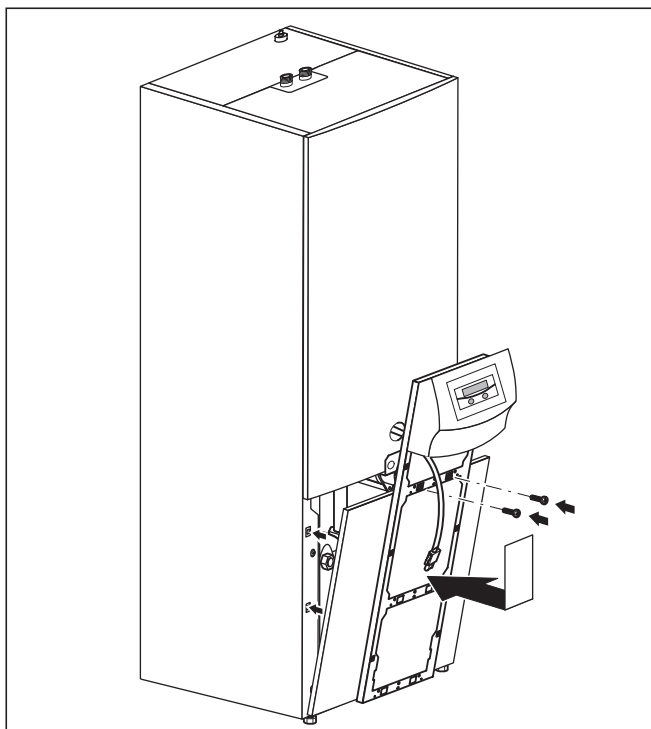

Fig. 6.23 Montage de l'habillage inférieur avant
- Posez l'habillage inférieur sur le cadre, tirez les câbles de raccordement de l'unité de commande à travers le cadre et insérez ensuite l'habillage dans les clips situés sur le boîtier. Fixez le cadre de la console à l'aide des deux vis sur le boîtier comme l'indique la Fig. 6.23.